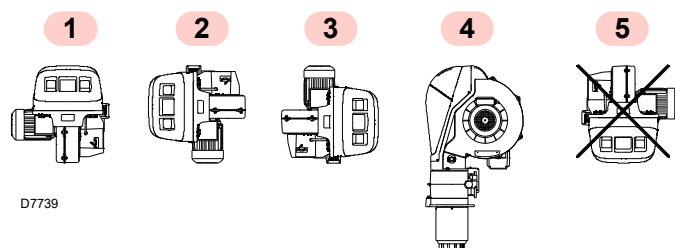

Fig. 9
- Le brûleur n'est prévu que pour fonctionner dans les positions **1**, **2**, **3** et **4** (Fig. 9).